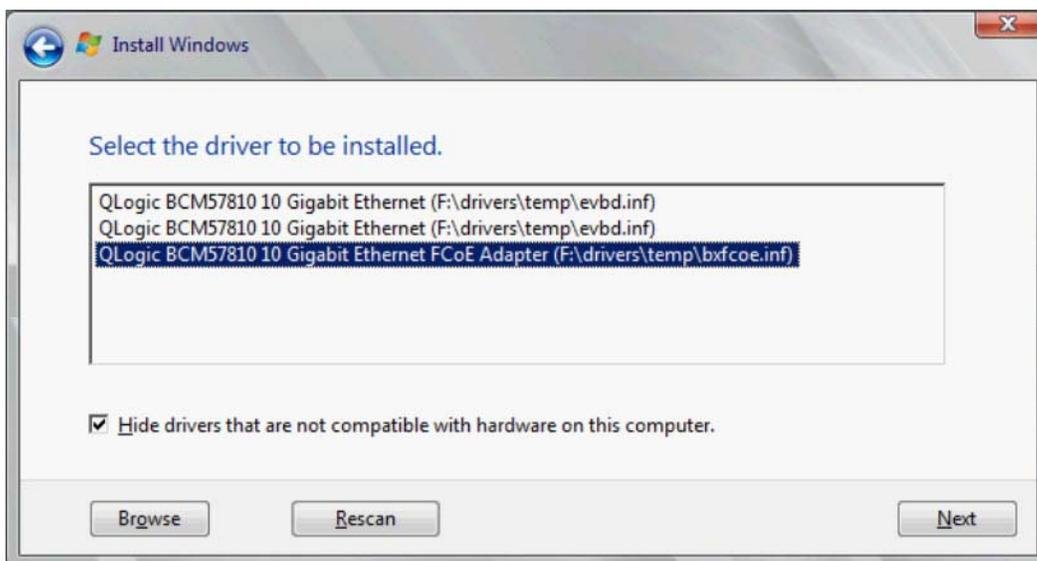

Abbildung 14-12. Installieren des bxfcoe-Treibers
2. Laden Sie dann den bxfcoe (OFC)-Treiber (Abbildung 14-12).